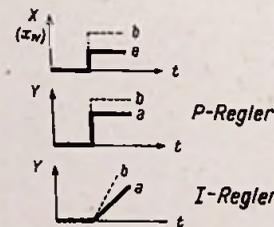

Bild 6. Übergangsfunktionen idealer P- u. I-Regler
beim P-Regler also systembedingt; man kann sie sehr klein machen durch Änderungen des Empfindlichkeitsfaktors und des Stellbereiches, aber man kann sie nicht zum Verschwinden bringen. Zur Erreichung dieses Zieles muß man sich Regler mit anderen Übergangsfunktionen aussuchen, die weiter unten beschrieben werden sollen. Die gegensätzlichen Forderungen nach schneller und möglichst genauer Regelung und hinsichtlich Stabilität (Vermeidung von Regelschwingungen) führen beim P-Regler zu der – hier nur zur Übersicht erwähnten – Forderung, daß ein solcher Regler dann zweckentsprechend arbeiten kann, wenn die Laufzeit (Verzögerung) in der Regelstrecke gering ist gegenüber der Verzögerung des Reglers. Bild 6 zeigt u. a. die Kennlinie eines idealen P-Reglers; einer sprunghaften Änderung der Regelgröße X von a nach b auf einen bestimmten Wert entspricht eine ebenso sprunghafte Änderung der Stellgröße Y von a nach b.
Bild 6 zeigt weiterhin die Kennlinie eines idealen integral wirkenden Reglers (I-Regler). Hier entspricht die Stellgeschwindigkeit der Stellgröße Y der Größe der sprunghaften Änderung von X. Im Normalfall ist beim I-Regler der Stellmotor tatsächlich ein Motor im üblichen Sinn, bei elektrischen Reglern also ein Gleichstrom- oder Wechselstrom-Servo-Motor, dessen Umdrehungszahl sich in einem linearen Zusammenhang zur angelegten Spannung befindet. Man verwendet hier aus diesem Grunde meist Motoren mit Wirbelstromläufern, da nur diese fast vollkommen gradlinige Spannungs-Drehzahl-Kennlinien haben (5).